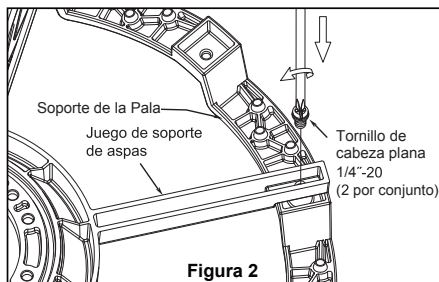

Figura 2
2. Retire el clip de horquilla y pasador de horquilla de la parte inferior de la bola para colgar. Retener el pasador y clip para la reinstalación en el paso 4. (Figura 2)
2. Coloque el soporte de la pala debajo de la sujeción de pala y alinee los orificios del soporte de la pala con el orificio de la sujeción de la pala. Asegúrese de que el soporte de la pala esté completamente asentada e instálelo con los tornillos 1/4"-20. (Figura 2)